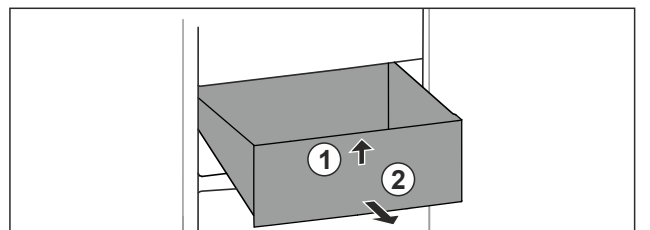

Fig. 86
- ▶ Ridicați sertarul în față. Fig. 86 (1)
- ▶ Extrageți sertarul spre înainte. Fig. 86 (2)